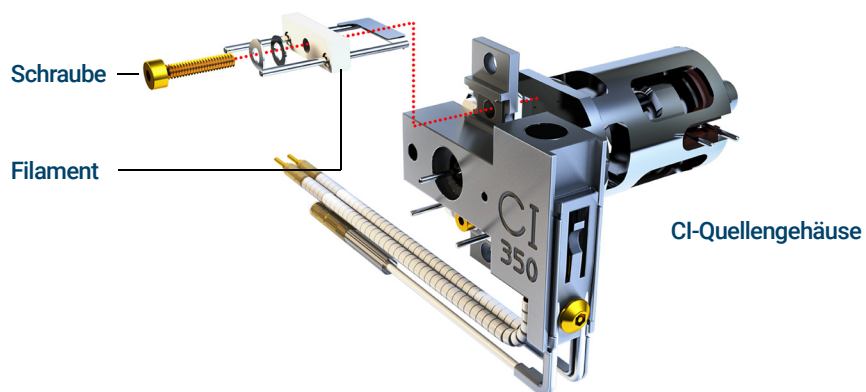

Abbildung 81. Auswechseln des CI-Quellen-Filaments
- 4 Entfernen Sie die Schraube, die das Filament am CI-Quellengehäuse hält. (Siehe **Abbildung 81**.)
- 5 Schieben Sie das Filament von der CI-Quellen-Einheit herunter. (Siehe **Abbildung 81**.)
- 2 Platzieren Sie das neue Filament an seine Position auf dem Ionenquellengehäuse. (Siehe **Abbildung 81** auf Seite 269.)
- 3 Sichern Sie das Filament am Ionenquellengehäuse mit der Schraube. (Siehe **Abbildung 81** auf Seite 269.)